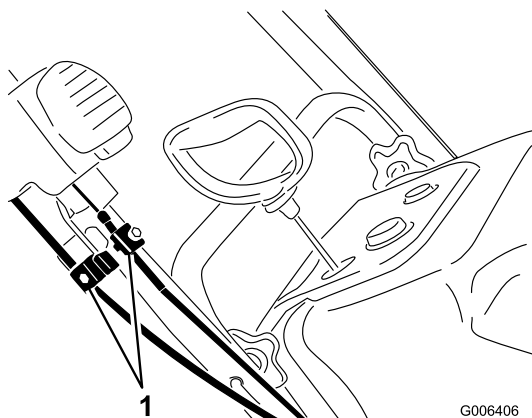

Figura32
- Slăbiți cele 2 cleme ale cablului de control Quick Shoot (Figura32).